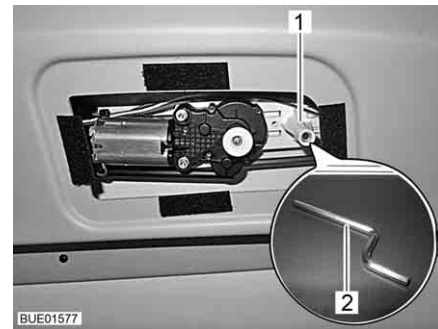

Fig. 35 Dispositif de déverrouillage de secours du dispositif occultant du pare-brise
- Ficher la branche longue de la clé à six pans fournie (Fig. 35,2) dans la réception (Fig. 35,1).